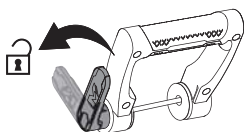

Fig.3
- > Rode o parafuso (6) para a esquerda e retire-o da pega auxiliar (7) (Fig.3).